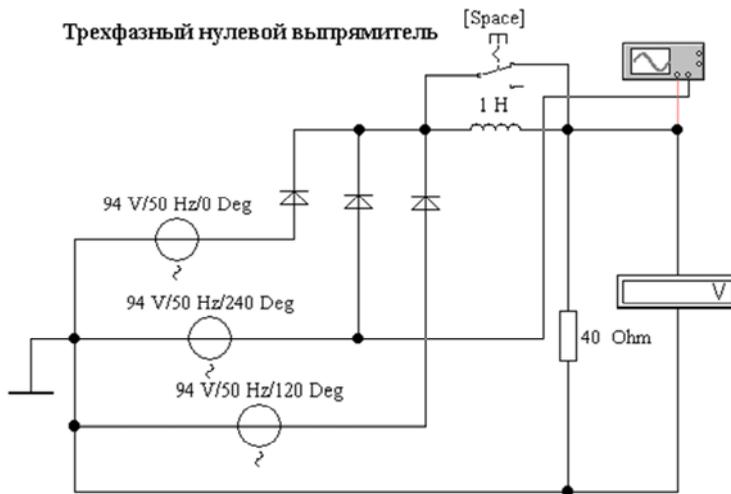

Рис. 16.10. Трехфазный нулевой выпрямитель (файл **rect_4.ewb**)
10. Исследование трехфазных схем выпрямления. Трехфазный нулевой выпрямитель (схема В. Ф. Миткевича) (файл **rect_4.ewb**, рис. 16.10). Проверить отношение $U_d/U_{2\phi}$ для данной схемы выпрямления по прил. 5 [3]. Обратите внимание, как изменятся результаты при включении сглаживающего фильтра, при обрыве цепи одного из диодов.